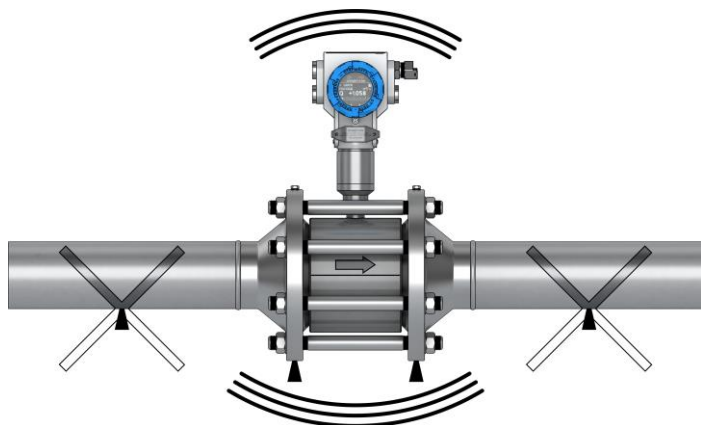

Рисунок 3.11 – Монтаж расходомера
3.1.4.11 В случае наличия вибрации в трубопроводе расходомер следует разместить на опоры в районе ответных фланцев (рисунок 3.11).